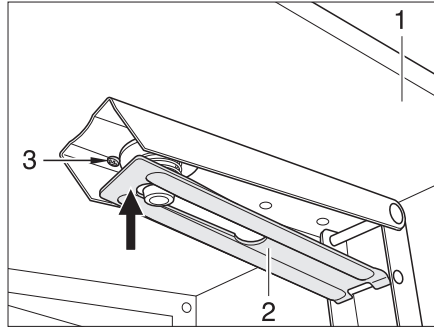

Fig. 61 Apoyo de la prolongación del banco de asiento
- Abatir la prolongación del banco de asiento (Fig. 61,1) hacia arriba. El apoyo (Fig. 61,2) engatilla automáticamente.
- Presionar el apoyo (Fig. 61,2) hacia arriba en sentido de la flecha, contra la resistencia del resorte espiral (Fig. 61,3). La prolongación del banco de asiento está desbloqueada.